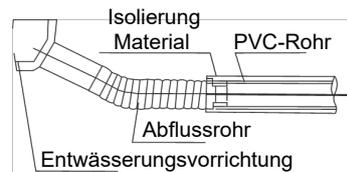

Abb. 4.1
- 2) Schließen Sie die Ablaufleitung gemäß Abb. 4.1 an.